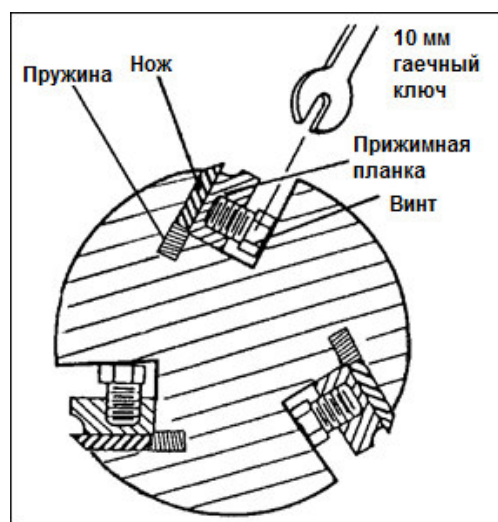

Рис. 18
3. Открутите шесть винтов (Рис. 18) в прижимных планках с помощью 10 мм гаечного ключа. После ослабления давления прижимов две пружины в ножевом валу вытолкнут нож.
7. Установите новый или переточенный нож в паз, как показано на Рис. 18. Убедитесь, что соблюдено правильное направление ножа.